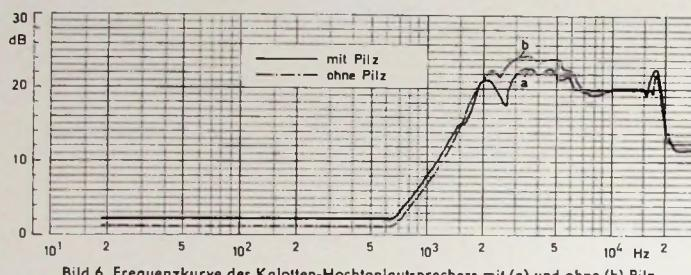

Bild 6. Frequenzkurve des Kalotten-Hochtonlautsprechers mit (a) und ohne (b) Pilz
Bild 3 zeigt noch einige Besonderheiten. Unter der Membrankuppe befindet sich ein Pilz aus Kunststoff (6), der so ausgebildet ist, daß zwischen ihm und der Membran ein konstanter Abstand von wenigen zehntel Millimetern besteht. Die Einfügung dieses Kunststoffpilzes hat folgenden Grund: Erstens entsteht dadurch ein relativ hartes Luftpolster und damit eine gute Dämpfung der mechanischen Eigenresonanz, die bei etwa 2000 Hz liegt (vgl. Bild 6). Zweitens hat der Pilz den Vorteil, daß die Membran dadurch relativ unempfindlich gegen äußere Beschädigung wird. Man kann zum Beispiel mit dem Finger die Membran bis auf den Pilz niederdücken; die natürliche Elastizität der Folie läßt die Membran unbeschädigt in die ursprüngliche Form zurückspringen.